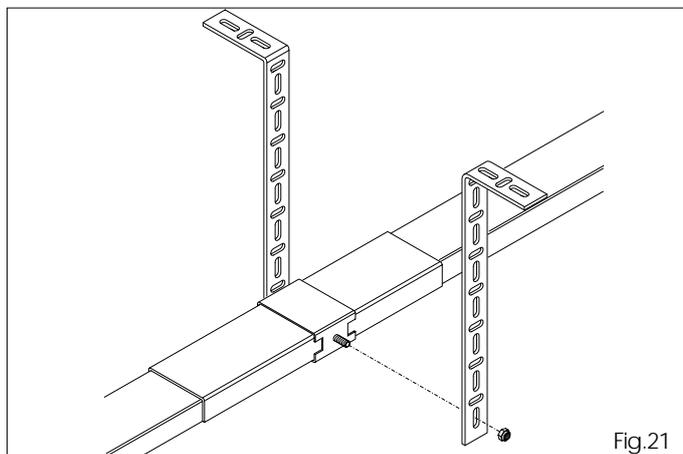

Fig.21
6.15 Si la glissière de support central e a été utilisée, préformer les brides, les bloquer avec un écrou et fixer au plafond (fig.21).